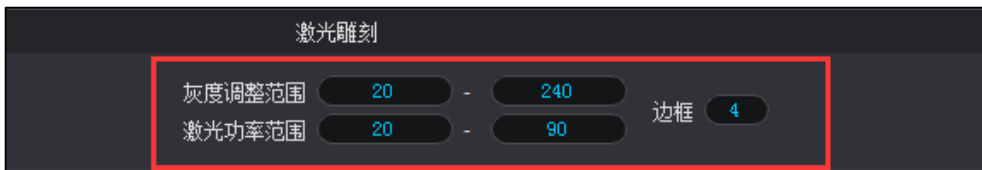

图 5.80 设置灰度调整范围、激光功率范围和边框
**步骤 3** 根据实际情况设置灰度调整范围、激光功率范围和边框。如图 5.80和表 5.11所示。